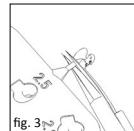

fig. 3
■ fig. 3 Détacher le gabarit choisi du disque avec des microciseaux et l'introduire dans l'oreille moyenne au moyen d'une ventouse ou d'un instrument de microchirurgie.
■ Fig. 3 Tagliare con un paio di microforbici il sizer prescelto per la misurazione e trasportarlo nell'orecchio medio mediante una ventosa o altro strumento per microchirurgia.